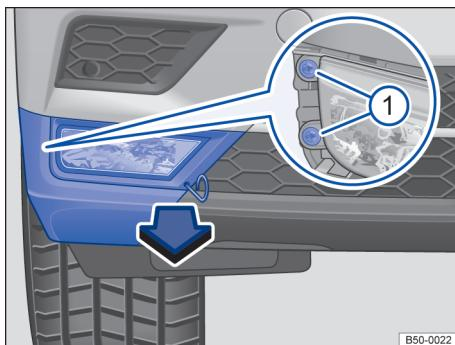

Fig. 206 No para-choque dianteiro direito: remover farol de neblina.
2. Pegar o gancho extrator do conjunto de ferramentas de bordo e enganchar na abertura da cobertura → **Fig. 206**. Remover a cobertura no sentido da seta para frente.
3. Remover os parafusos de fixação → **Fig. 206** ① com a chave de fenda do jogo de ferramentas de bordo → Página 262.
10. Apertar os parafusos de fixação → **Fig. 206** ① com a chave de fenda.
11. Encaixar a cobertura no para-choque → **Fig. 206**.